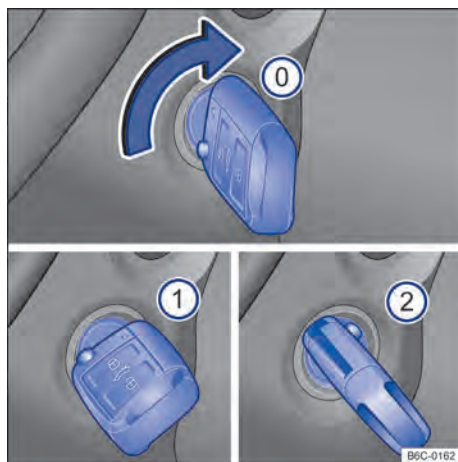

Fig. 88 Al lado del volante de la dirección, a la derecha: posiciones de la llave del vehículo en la cerradura de encendido.
Posiciones de la llave del vehículo → fig. 88
- ① Encendido desconectado. La llave del vehículo puede ser retirada.
- ① Encendido conectado.
- ② Pise el pedal del freno (*vehículos con transmisión automática*), o el pedal del embrague (*vehículos con transmisión manual*) y encienda el motor. Cuando el motor arranque, suelte la llave del encendido. Al soltar, la llave del vehículo vuelve a la ubicación → **fig. 88** ①.
- **Vehículos con cerradura de encendido:** girar la llave del vehículo a la posición → fig. 88 ①. El encendido está conectado. En ese momento el testigo de control del sistema de arranque en caliente se encenderá en el cuadro de instrumentos. Esperar a que la luz de control ☹ se apague indicando el final del calentamiento del combustible (esta acción puede ser necesaria en condiciones de arranque con el motor frío).
- **Vehículos con cerradura de encendido:** girar la llave del vehículo en la cerradura de encendido a la posición → fig. 88 ② – no acelerar. Cuando el motor comience a funcionar, soltar la llave del vehículo en la cerradura de encendido.
- *Vehículos con cerradura de encendido*: girar la llave del vehículo en la cerradura de encendido a la posición → fig. 88 .